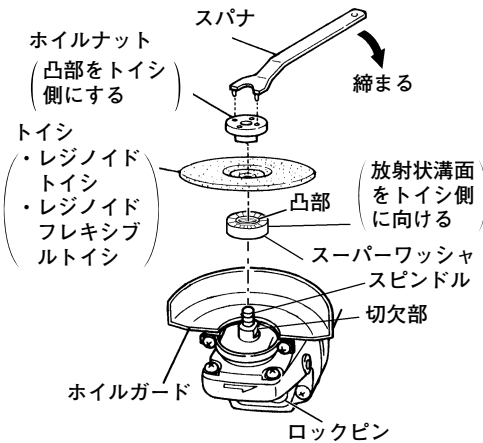

図 5
1. 取付け方 (図5)
- (1) スピンドルを上に向けて本体を置きます。
- (2) スーパーワッシャの放射状溝面を上に向けて(ダイヤモンドホイール取付け側に向けて)、スピンドルの切欠部に合わせて取付けます。
- (3) スーパーワッシャの凸部に合わせて、ダイヤモンドホイールを取付けます。
- (4) ダイヤモンドホイールの上からホイールナットの凸部を上に向けて、スピンドルに取付けます。
- (5) ロックピンを押して(図5参照)、スピンドル軸を固定し、スパナでダイヤモンド